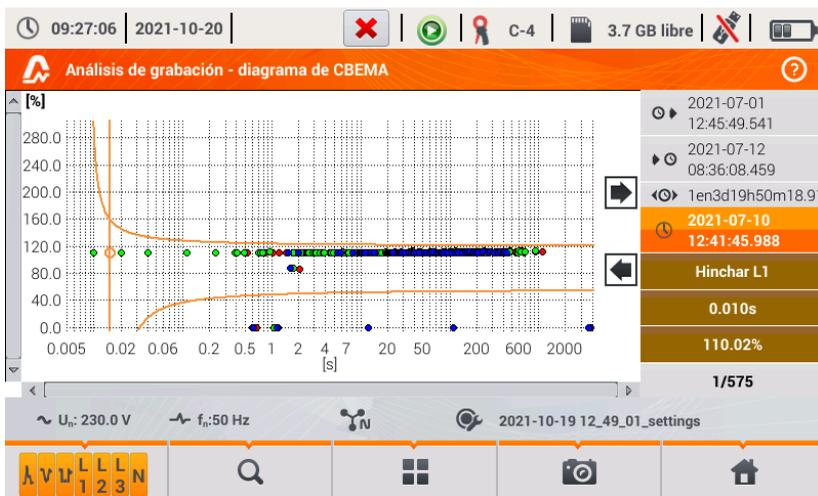

Fig. 32. Análisis de registro - diagrama CBEMA.
- diagrama CBEMA. Muestra el gráfico de eventos de la tensión de acuerdo con los criterios de CBEMA. La descripción del diagrama y sus propiedades son similares al diagrama ANSI (ver arriba). La pantalla de ejemplo con este gráfico se muestra en la Fig. 32. Más información acerca de diagramas CBEMA se puede encontrar en la sección 5.7.